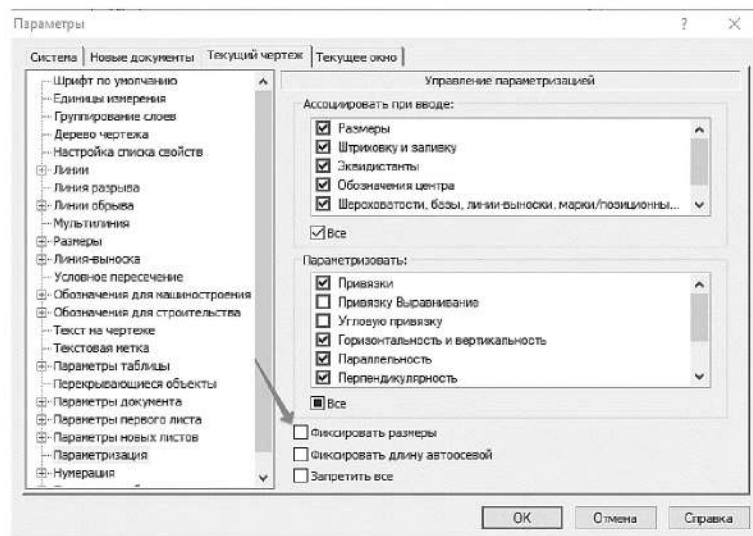

Рисунок 4.5. Отключение фиксации размеров
1.1.10 Укажите «ветвь» Параметризация, отключите опцию **Фиксировать размеры** и нажмите **OK** (рисунок 4.5).